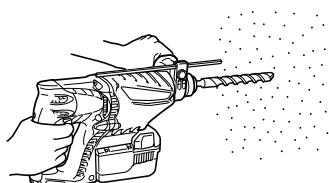

Fig. 13
- (1) Monter le foret de percage.
- (2) Tirer l'interrupteur de déclenchement après avoir appliqué la pointe du foret sur la position de percage désirée. (Fig. 13)
- **Quand le foret de percage touche une poutre en fer, la mèche s'arrête immédiatement et la perceuse réagit en tournant. Par conséquent, tenir fermement la poignée principale et la poignée latérale, comme indiqué à la Fig. 13.**